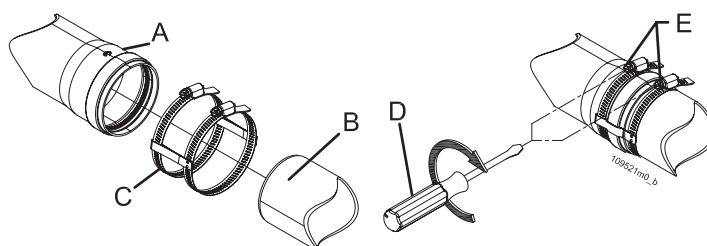

Figura 5-15 - Fissaggio dei condotti di scarico ed aspirazione
**ATTENZIONE!!! Assicurare meccanicamente gli incastri fra i vari elementi componenti il condotto di scarico e di aspirazione mediante l'utilizzo di sistemi di fissaggio o sistemi equivalenti (Figura 5-15).**